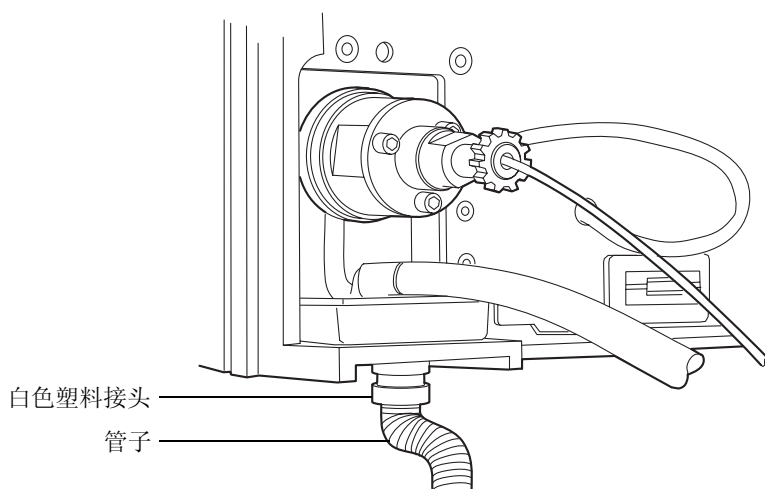

图 2-11 滴盘管子连接
2. 在 2420 ELS 检测器前面的喷雾器之下有个白色塑料接头，将管子连接到此接头（图 2-11）。